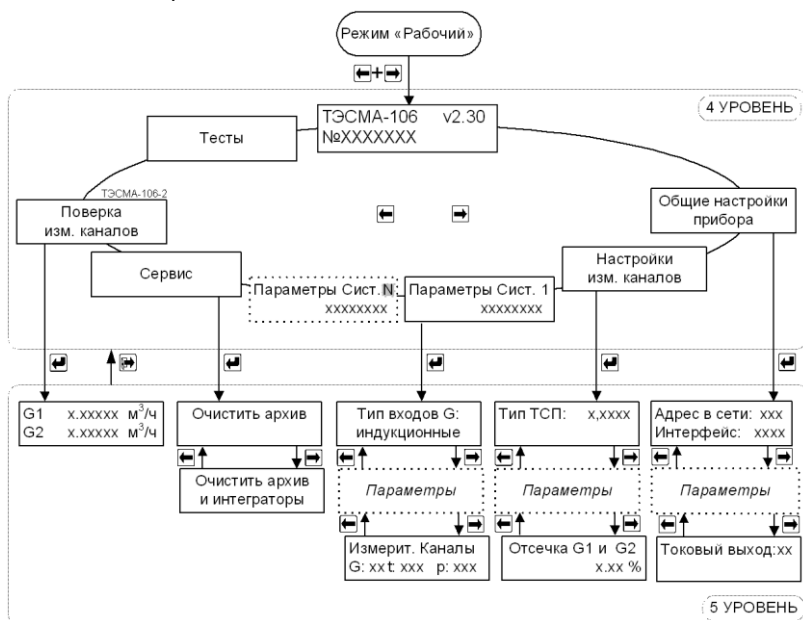

Рис. 5.3 Режим «Настройки»
5.4.1 Для входа в режим работы «Настройки» необходимо, находясь в любом меню режима «Рабочий», **одновременно нажать кнопки «влево» и «вправо»**. Порядок перехода между окнами в режиме «Настройки» изображён на рис. 5.3.